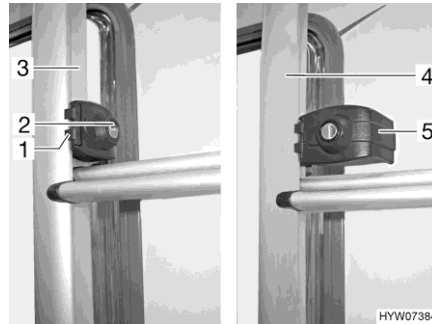

Fig. 2 Bloqueo (escalera trasera)
- Introducir la llave en el cilindro de cierre (Fig. 2,2) del bloqueo de la escalera trasera (Fig. 2,1) y girar un cuarto de vuelta hasta que la llave quede en posición vertical.
- Sujetar la parte plegable de la escalera trasera (Fig. 2,4) y girar el circlip hacia fuera (Fig. 2,5).
- Introducir la llave en el cilindro de cierre (Fig. 2,2) del bloqueo de la escalera trasera (Fig. 2,1).
- Girar el circlip (Fig. 2,5) hacia dentro alrededor del tubo de la parte fija de la escalera trasera (Fig. 2,3).